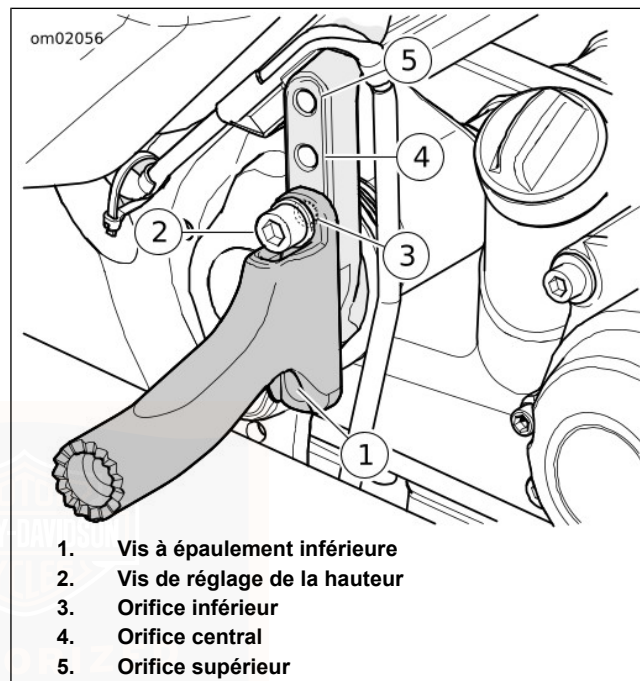

Figure 50. Réglage de la hauteur du marchepied (bras pivotant et marchepieds déposés)
Voir Figure 50. La vis à épaulement inférieure (1) ne doit normalement pas être retirée. Le bras de montage coulisse de bas en haut avec la vis à épaulement inférieure toujours